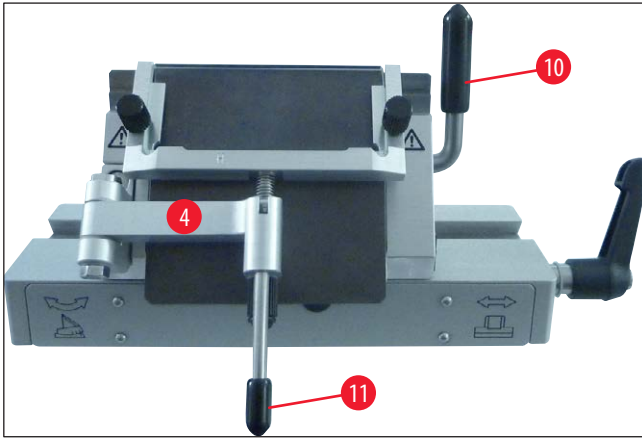

图 32
4. 顺时针旋转锁杆 (→ 图 32-10) 进行夹紧 (→ "图 32")。